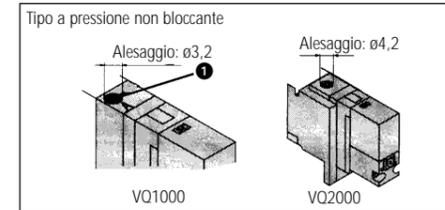

Fig. 8
Tipo a pressione non bloccabile (Fig. 8)
Premere sul tasto dell'azionatore manuale (Fig. 8) fino in battuta (ON). Mantenere in questa posizione per tutta la durata dei controlli. Rilasciare il tasto e l'azionatore ritornerà nella posizione (OFF).